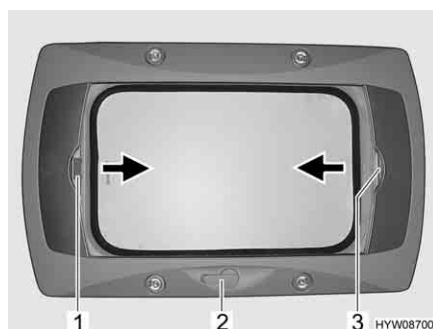

Fig. 49 Oblò a manovella
- Ruotare la manovella (Fig. 49,2) fino a quando non si incontra resistenza.
**Chiusura:** ■ Tirare la tendina oscurante pieghevole per la maniglia (Fig. 49,3) nella direzione della freccia fino alla posizione desiderata e rilasciare. La tendina oscurante pieghevole rimane in questa posizione.
**Chiusura:** ■ Tirare la zanzariera a rullo per la maniglia (Fig. 49,1) nella direzione della freccia verso la maniglia contrapposta della tendina oscurante pieghevole (Fig. 49,3) e farla innestare.
**Apertura:** ■ Tirare la maniglia della zanzariera a rullo (Fig. 49,1) dietro, verso l'alto, e sganciare la zanzariera a rullo dalla tendina oscurante pieghevole (Fig. 49,3).